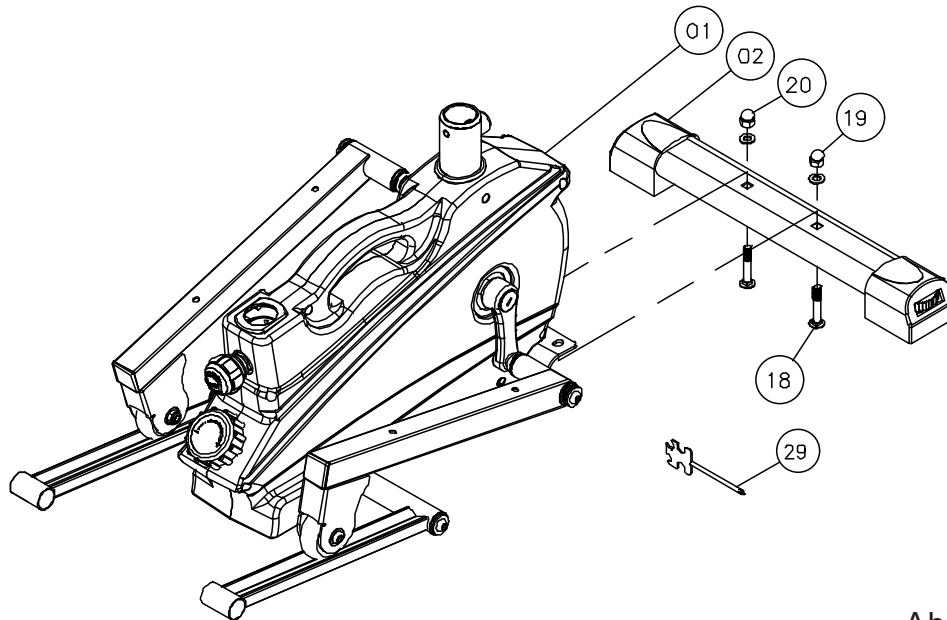

Abbildung 1
1. Befestigen Sie das Haupttrahmenbaugruppe (Nr. 01) und das Fußrohrgruppe (Nr. 02) mit 2 Nr. 18 Sechskantschrauben, Nr. 19 Unterlegscheiben, Nr. 20 Hochblockschuss zusammen. Wie in Abbildung 1 dargestellt: